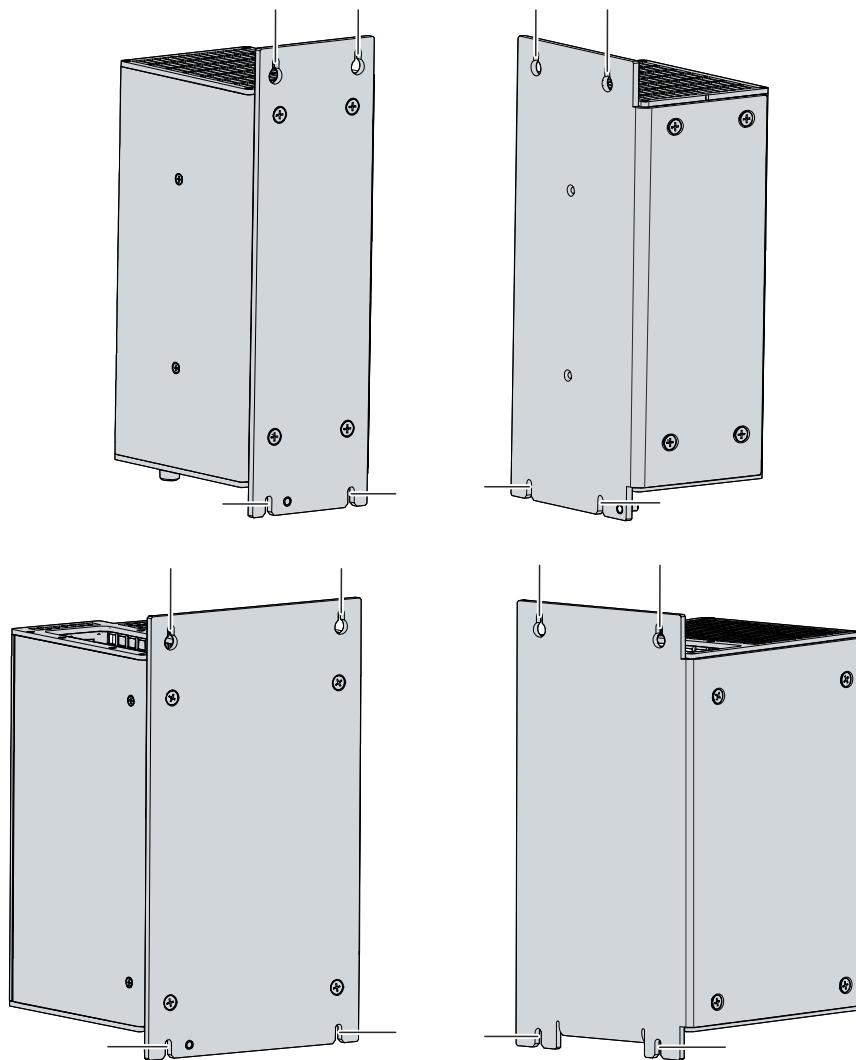

図 17: 制御盤への設置
2. 固定用ネジに、取付プレートのマークされた位置を引っ掛けてください（図17 参照）。